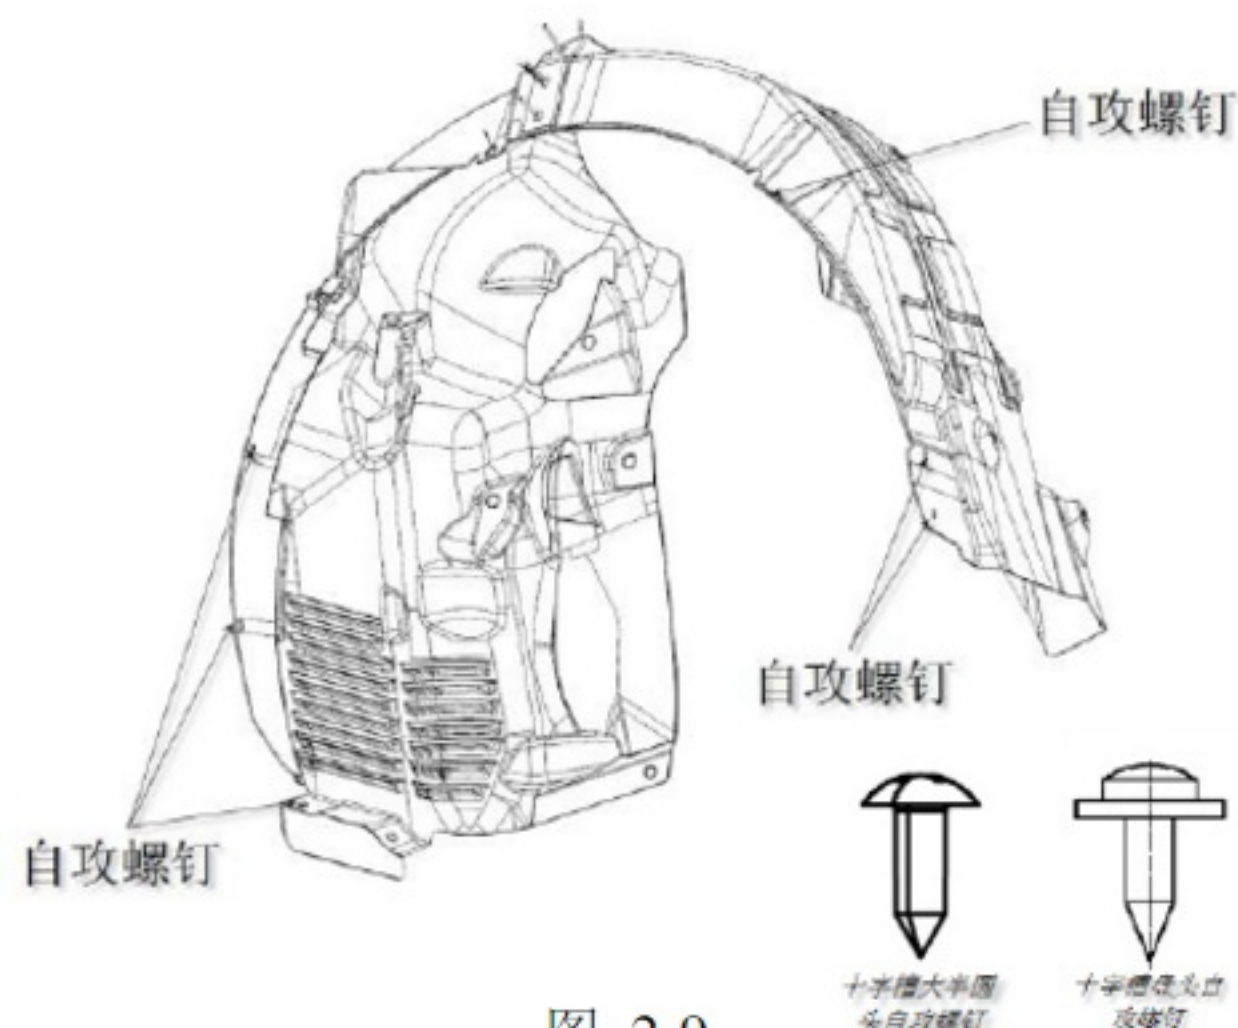

图 2-9
(1) 用十字螺丝刀拆卸与前保险杠连接的 3 个螺钉，拆除后侧与裙板连接的 2 个自攻螺钉，以及与车身连接的 1 个自攻螺钉，如图 2-9 所示；